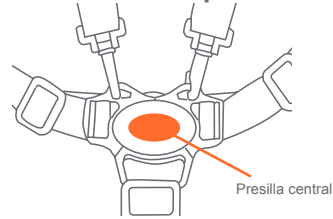

Fig. 18
- 18)** • Para soltarlas, presione el botón rojo en la presilla central para destrabar las dos hebillas del arnés (Fig. 18).